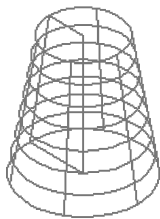

图 8-30 生成台灯灯罩
5) 在功能区单击“常用”选项卡→“建模”面板→“旋转”按钮, 选择绘制的台灯灯罩截面轮廓图, 将其绕台灯中心轴旋转 360°生成台灯灯罩三维模型, 如图 8-30 所示。